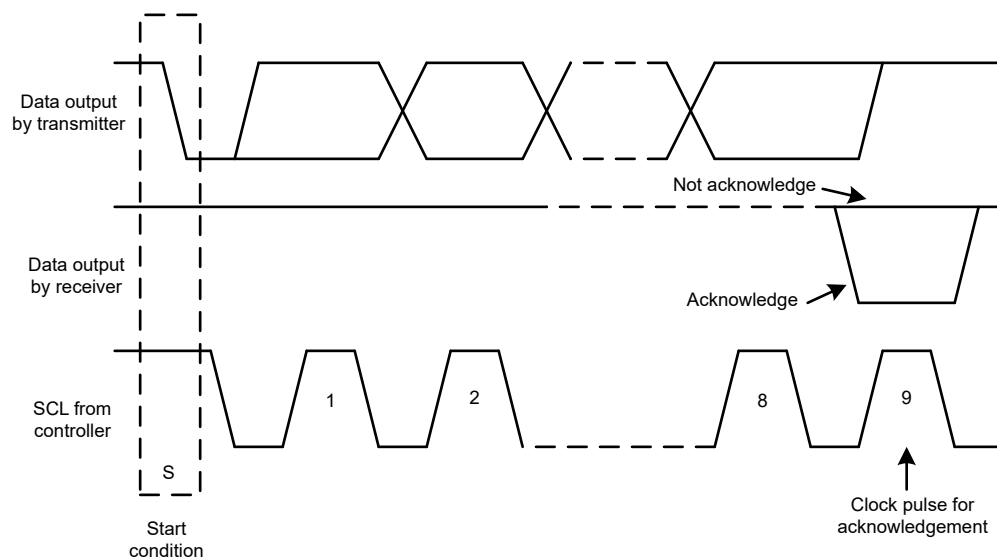
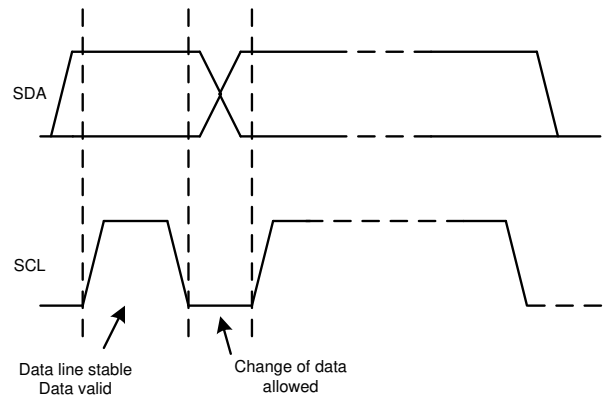

图 7-20. I²C 总线上的确认和非确认
图 7-22. 在 I²C 总线上的位传输
除了特定的时序信号外，I²C 接口还使用串行字节。在每个字节结束时，第九个时钟周期产生并检测确认信号。确认是指 SDA 线在第九个时钟周期的高电平期间被拉低。非确认是指 SDA 线在第九个时钟周期的高电平期间保持高电平，如图 7-20 所示。
2. 控制器随后产生 SCL 脉冲，并在 SDA 线上发送 7 位地址和读取/写入方向位 ($\overline{R/\overline{W}}$)。在所有传输期间，控制器确保数据有效。有效数据条件要求 SDA 线在时钟脉冲的整个高电平期间保持稳定，如图 7-22 所示。所有器件都识别控制器发送的地址，并将其与相应内部固定地址进行比较。只有具有匹配地址的目标器件才会通过在第 9 个 SCL 周期的整个高电平期间拉低 SDA 线来生成确认，如图 7-20 所示。当控制器检测到此确认时，则表示与目标的通信链路已建立。